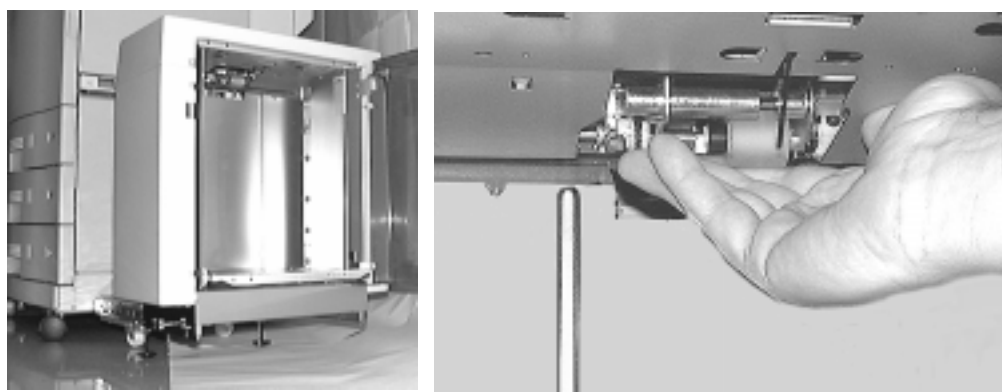

Figura 4-60 Interno dell'HCI e ubicazione del gruppo dei rulli superiore
6. Spostarsi davanti all'HCI. Individuare il gruppo dei rulli superiore posto nella parte bassa dell'HCI, come mostrato nella Figura 4-60. Tenere questo gruppo con una mano.